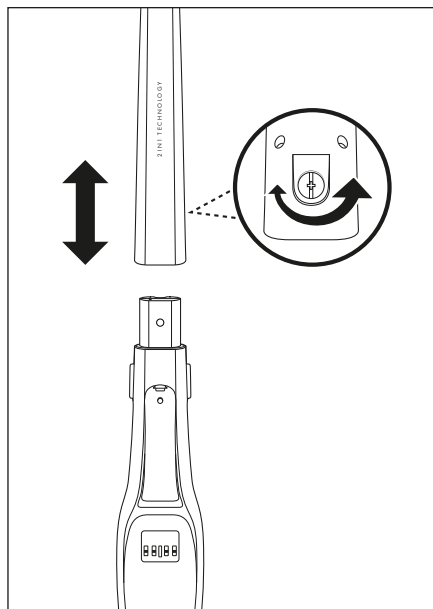

Fig. 1
- 2) Coloque o cabo vertical **10** sobre o suporte do cabo no aparelho. Introduza o cabo vertical **10** no suporte do cabo, de forma que fique corretamente fixo no aparelho. (Fig. 1).
- 3) Volte a inserir o parafuso **11** no orifício roscado na parte traseira do cabo vertical **10**. Retire o parafuso **11** com uma chave de parafusos, rodando no sentido dos ponteiros do relógio (fig. 1).